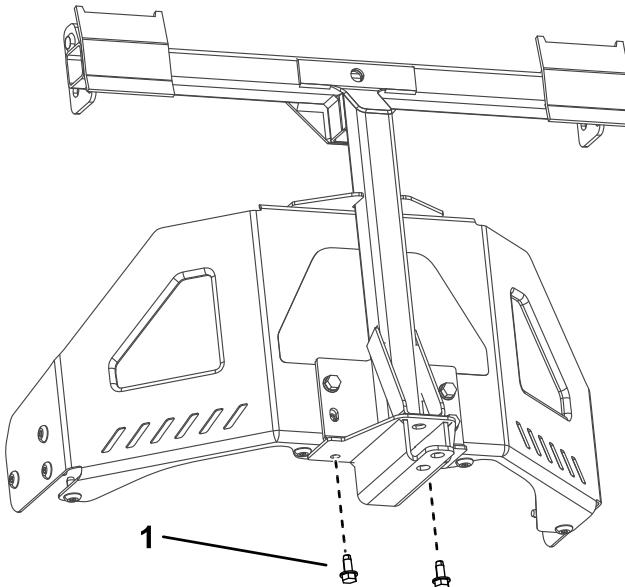

Figure 7
- Fixez le cadre pivotant au bas du cadre de la machine à l'aide de 2 vis autotaraudeuses (5/16" x 3/4"), comme montré à la Figure 7.